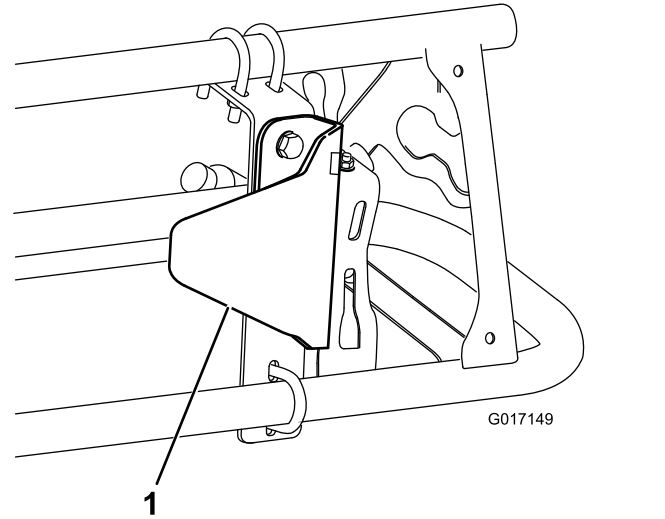

図 17
2. 図 17 のように、取り付けブラケットにセンサーガードブラケットを取り付けるボルト $\frac{5}{16} \times \frac{3}{4}$ " 2本とフランジナット $\frac{5}{16}$ " 2個を使用する。